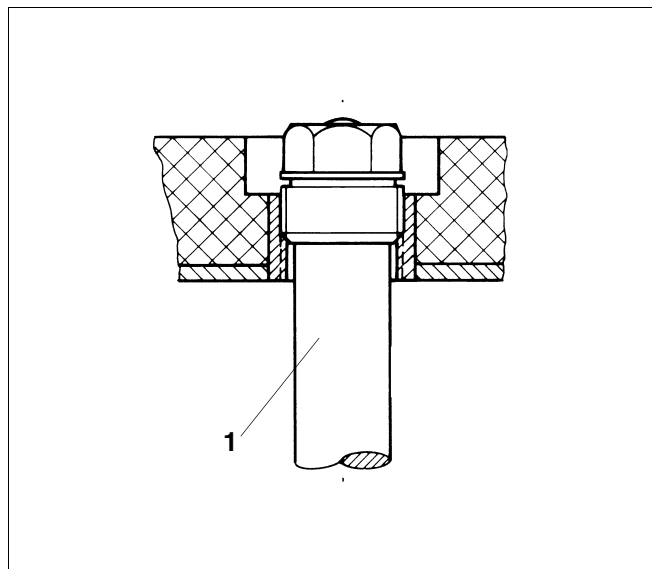

Рис. 7 Наружная резьба R1 / R1½
Применяется на НТ/Н 70, НТ/Н 110, S 120 / SU 160 - 200 (рис. 7).
- Выкрутить магниевый анод (рис. 7, поз. 1).
Экспликация к рис. 7 : наружная резьба R1/ R1½